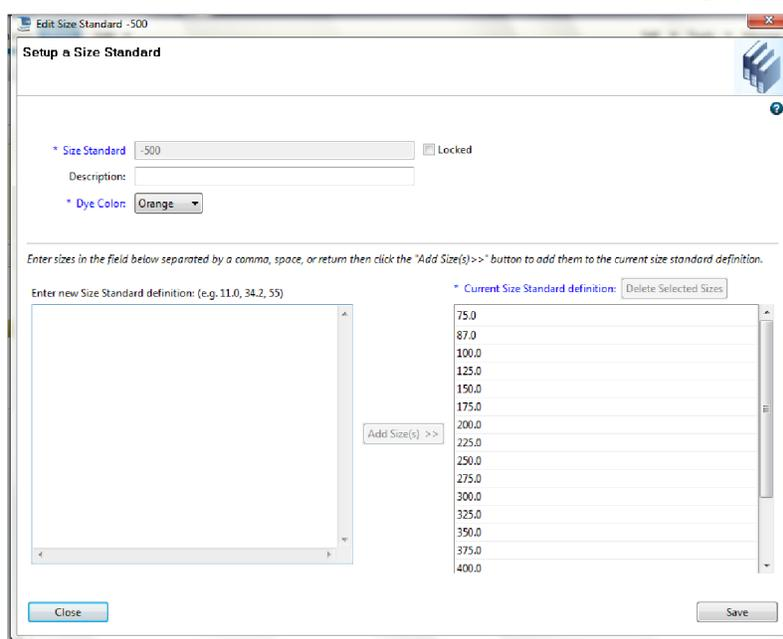

Рисунок 8. Окно создания нового стандарта длины Create New Size Standard.
8.2.3. Чтобы создать новый стандарт длины Size Standard для протокола контроля качества QC Protocol, перейдите в библиотеку Library. Выберите “Size Standards” (“Стандарты длины”), а затем выберите “Create” (“Создать”). В качестве альтернативы можно использовать ранее созданный стандарт длины Size Standard. Присвойте стандарту длины значение “500” или другие названия. Выберите в качестве цвета красителя Dye Color значение “Orange” (“Оранжевый”). Фрагменты стандартной длины: 75, 87, 100, 125, 150, 175, 200, 225, 250, 275, 300, 325, 350, 375, 400, 425, 450, 475, 500 н.п. См. рис. 8.